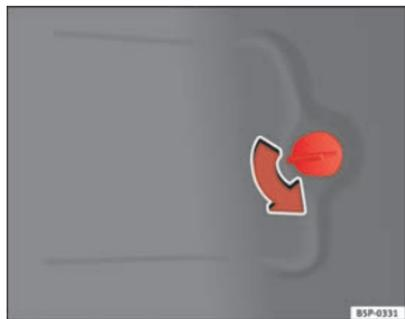

Fig. 194 Luces en la carrocería
- Abra la tapa del panel lateral del maletero ⇒ fig. 194.